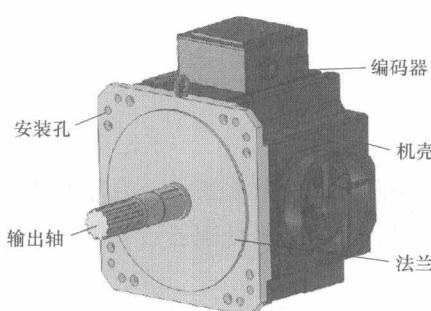

图1-1 伺服电机各部分的名称
- 6) 不带减速机、制动器的伺服电机各部分的名称如图1-1所示。